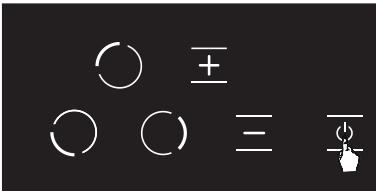

Abbildung 15
1. Durch Berühren der **⊕** Taste kann der Herd abgeschaltet werden. (siehe Abb. 15)